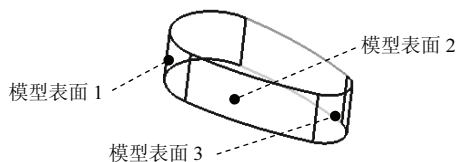

图 7.1.14 选取模型表面
(1) 连续选取图 7.1.14 所示的表面 1、表面 2 和表面 3。